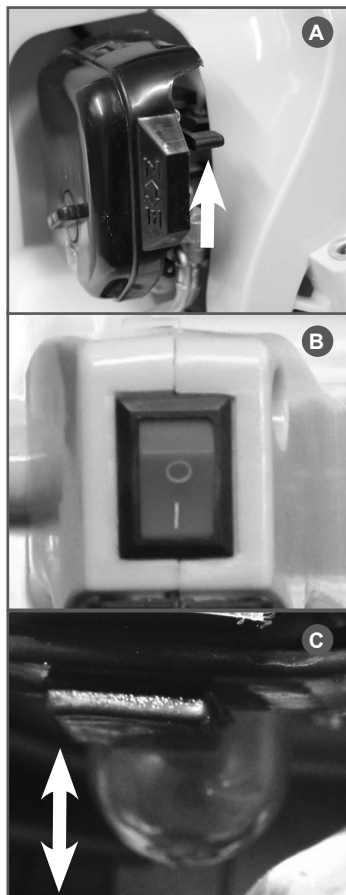

Рис. 9 Запуск двигателя
4. Закройте воздушную заслонку карбюратора. Для этого рычаг управления воздушной заслонкой установите в верхнее положение «ЗАКРЫТО» (Рис. 9А).
5. Выключатель зажигания (Рис. 9В) установите в положение «I» (ВКЛЮЧЕНО).
6. Прокатайте топливо через карбюратор. Для этого нажимайте (примерно 5-10 раз) на ручной топливный насос (Рис. 9С) до появления в насосе топлива и возникновения сопротивления при нажатии.